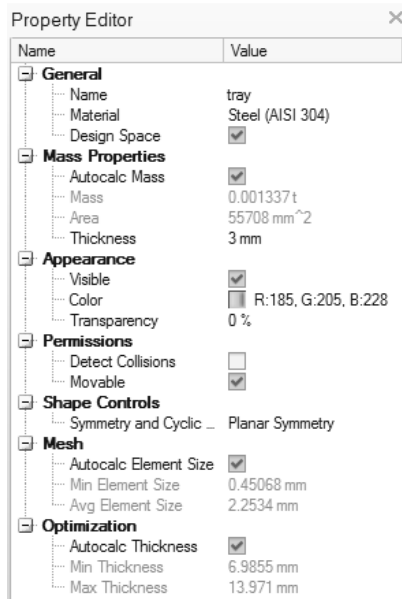

图 14-23
2) 选择 tray 零件, 然后在属性编辑器的质量属性下输入厚度 3 mm, 如图 14-23 所示。